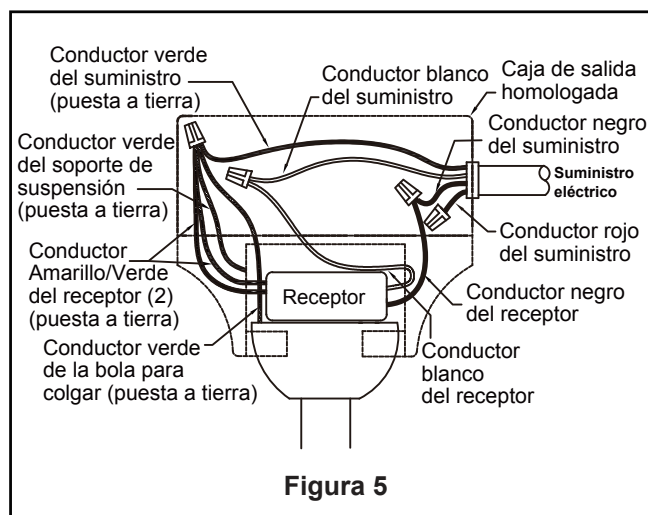

Figura 5
5. Coloque el soporte de la varilla y alinee los orificios de la clavija de horquilla en ambas piezas. Instale la clavija de horquilla y asegúrela con la pinza de horquilla. Instale los set de tornillos con tuercas en el soporte de la varilla. Fije con seguridad el set de tornillos con el destornillador y luego fije bien las tuercas con una llave hexagonal. (Figura 5)
4. Una vez haya hecho las conexiones, coloque los cables hacia arriba y empújelos cuidadosamente hacia dentro de la caja de la toma de corriente, poniendo los cables blancos y verdes a un lado de la caja y los negros hacia el otro lado. Los cables deben ser colocados de forma extendida poniendo el conductor de la toma de tierra y el conductor de toma de tierra del equipo a un lado de la caja, colocando el conductor sin toma de tierra en el otro lado de la caja. (Figura 5)
- ☐ **5.** Instale las pila de 3V en el transmisor del mando a distancia. Mientras el ventilador esté apagado. (Figura 5)